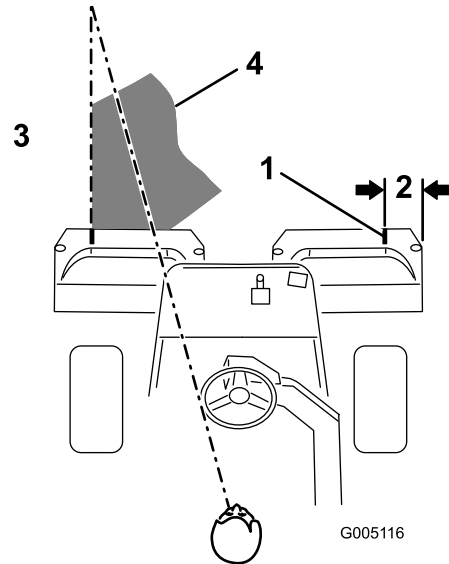

Figura 39
3. Debe haber un solape mínimo con las pasadas anteriores. Para ayudar a mantener una línea recta a través del green y mantener la máquina a la misma distancia de la pasada anterior, establezca una línea visual imaginaria desde unos 2 o 3 m por delante de la máquina hasta el extremo de la parte no segada del green (Figura 39). Puede ser útil incluir el borde exterior del volante como parte de la línea imaginaria, es decir, mantener el borde del volante alineado con un punto que se mantiene siempre a la misma distancia de la parte delantera de la máquina (Figura 39).